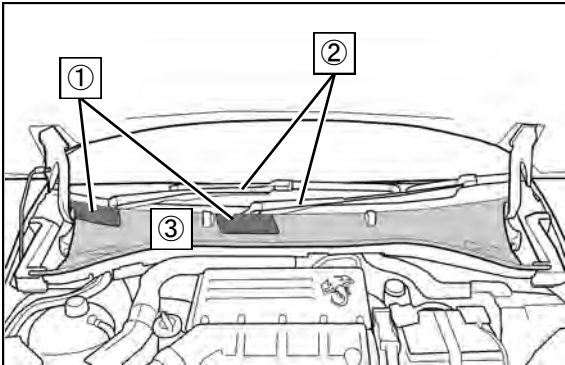
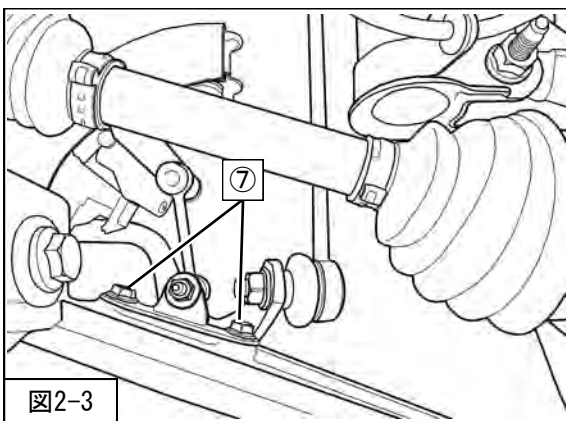
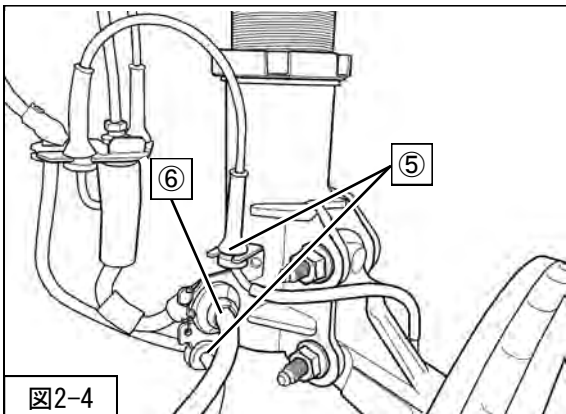

図1-1
図2-3
図2-4
を取外してください。(図1-1)
- 4. ⑦ハイトセンサ取付ボルト (締付トルク：5N・m) を取付けてください。(図2-3)
- 5. ⑥ブレーキホース
⑤スピードセンサハーネス を取付けてください。(図2-4)
- 7. ③カウルトップ
②ワイパー
①カウルトップカバー を取付けてください。(図1-1)